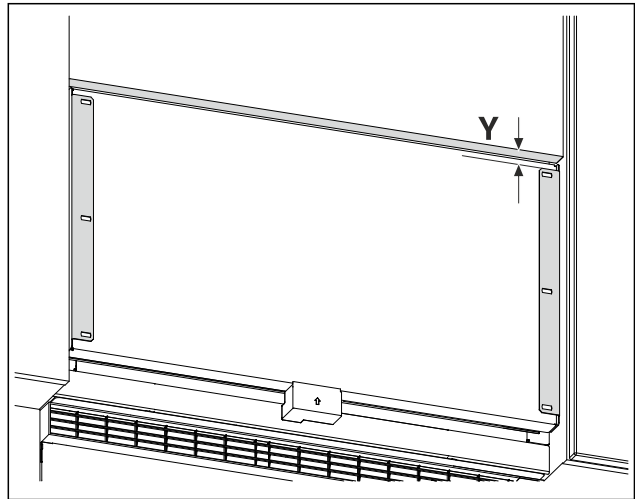

Fig. 23 Beispielhafte Darstellung
- Abstand Fig. 23 (Y) von Unterkante Möbeltür zum Haltewinkel messen.